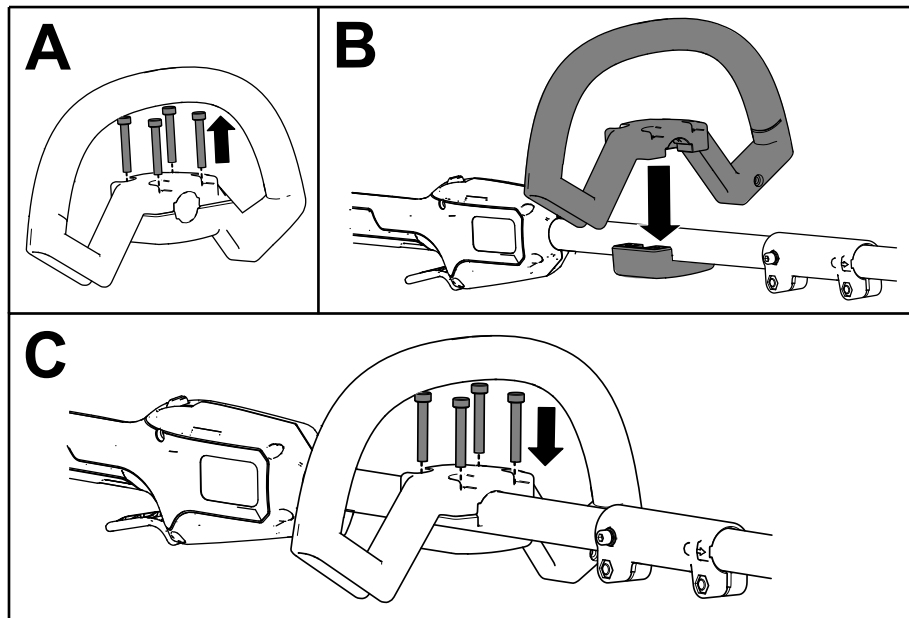

Figura 5
1. Separe a pega auxiliar da placa da pega retirando os 4 parafusos de cabeça sextavada com a chave Allen fornecida (A da Figura 5).
2. Alinhe a pega auxiliar com a placa da pega auxiliar no eixo (B da Figura 5).
3. Fixe a pega auxiliar na placa da pega com os quatro parafusos de cabeça sextavada previamente removidos (C da Figura 5).